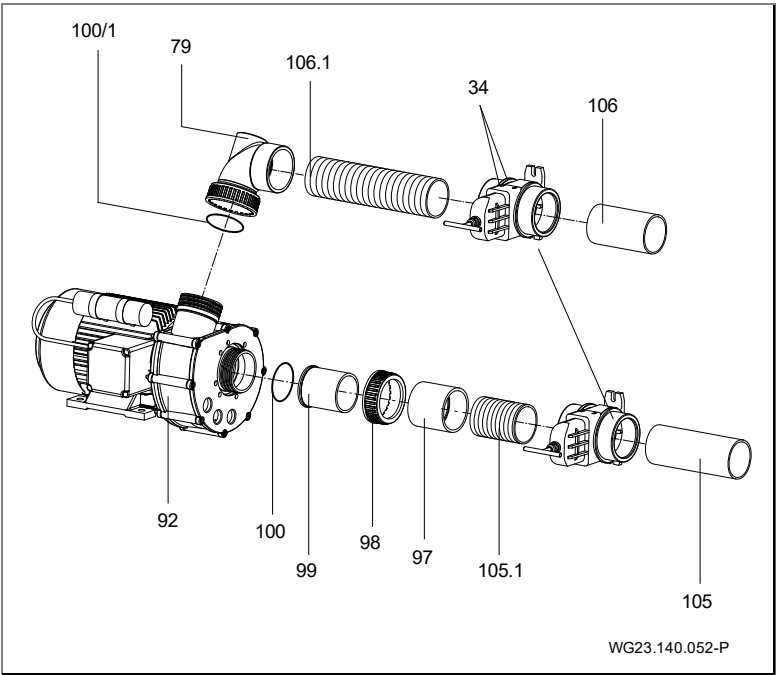

Abb. 22
13. Jet-Pumpe (92) saugseitig mit flexiblen Saugrohr (105.1), Muffe (97), Verschraubung (98, 99) und druckseitig mit flexiblen Druckrohr (106.1) und Spezialreduzierwinkel (79) anschließen beziehungsweise verkleben. (Abb. 22)